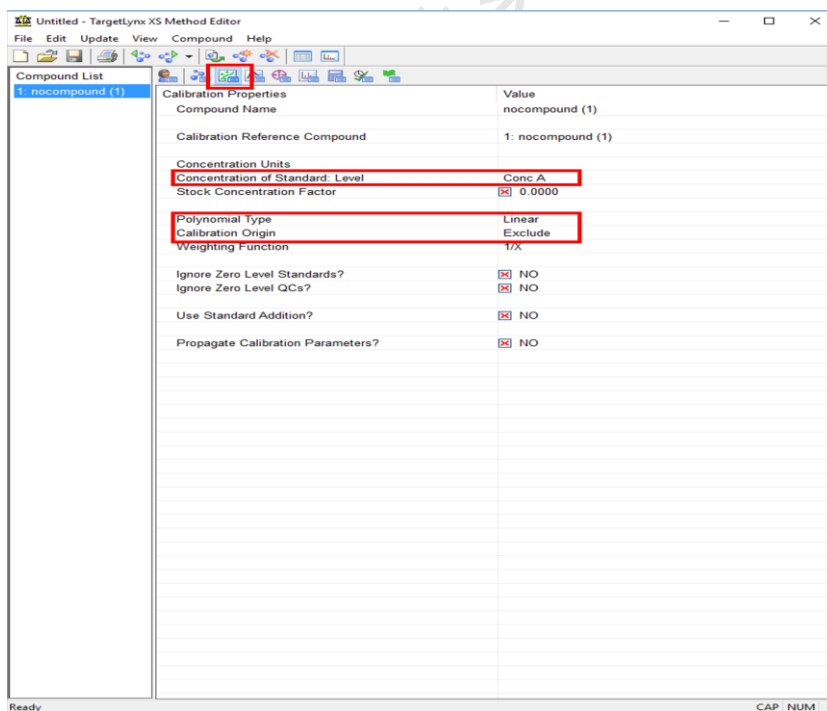

图 6-50
- b. 在 Calibration Properties 中, 标准浓度选择 ConcA、ConcB 等; 线性回归方式 Linear (图 6-50)。